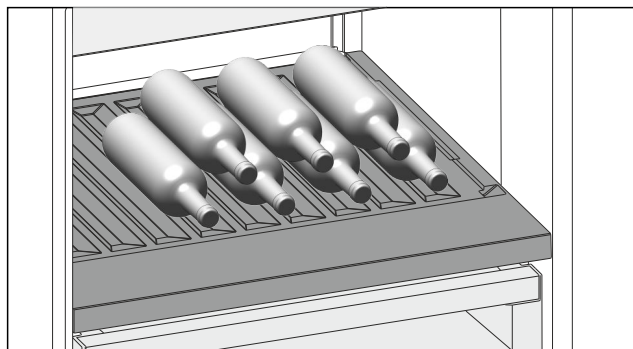

Fig. 227 Beispielhafte Darstellung
- Flaschen mit dem Boden nach hinten zur Rückwand einlegen. (siehe Fig. 227)